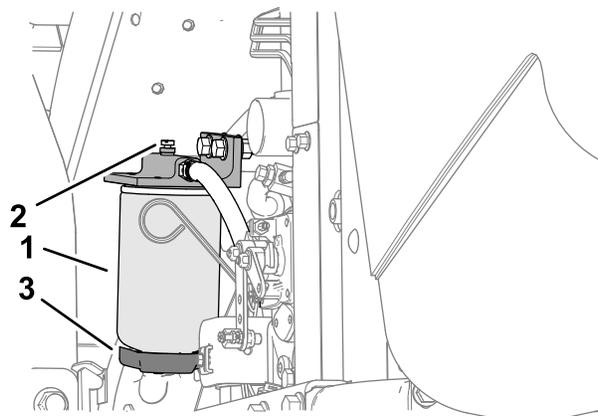

图 63
2. 松开过滤器过滤筒底部的排油阀 (图 63)。
1. 清洁滤清器过滤筒的安装区域图 63。